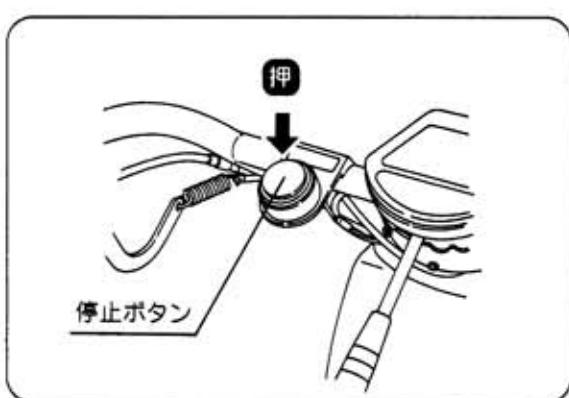

図10
- ④ 停止ボタンを押してください。エンジンが停止します。（図10）